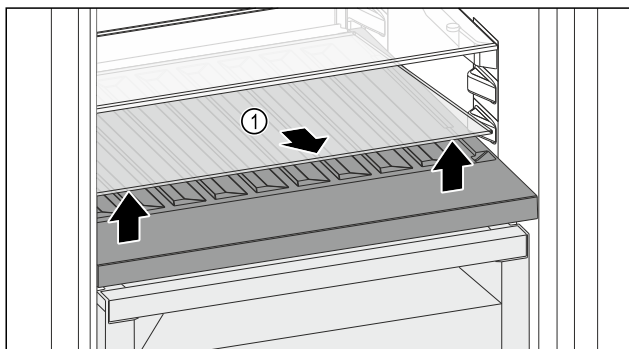

Fig. 161
- Ngrini lart përpara pllakën e xhamit Fig. 161 (1) te foleja dhe tërhiqeni jashtë.
- Ruani të sigurt pllakën e xhamit Fig. 161 (1) jashtë pajisjes.
- Vendoseni pllakën e xhamit (2) nën raftin mbajtës të ndryshueshëm të shisheve.